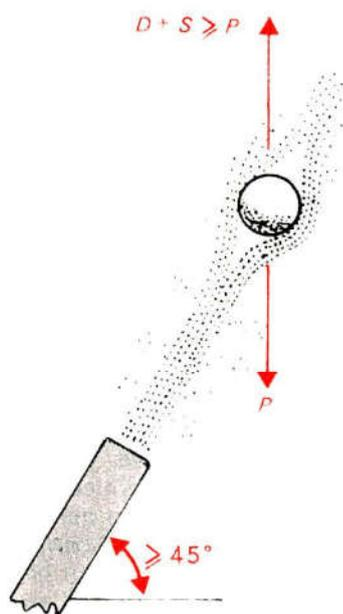

Figure 3.
Finalement, il existe donc une dépression (D) sur le dessus et une surpression (S) sur le dessous. La somme de ces deux forces compense le poids (P) de la balle (**figure 3**).